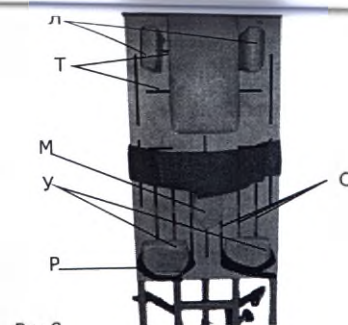

Рис.8
4) Регулировка положения креплений для коленей/голеней (рис.8)
5) Регулировка абдуктора по высоте (рис.8)
7) Регулировка положения боковых ограничителей (при наличии) (рис.8)